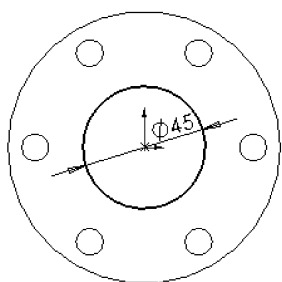
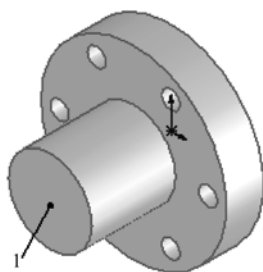

图 6-40 标注尺寸 2
图 6-41 创建拉伸 2 特征
(9) 绘制草图。单击“草图”工具栏中的（圆）按钮，以原点为圆心绘制一个圆。
(10) 标注尺寸。单击“草图”工具栏中的（智能尺寸）按钮，标注步骤（8）中绘制圆的直径，如图 6-40 所示。
(11) 拉伸实体。单击“特征”工具栏中的（拉伸凸台/基体）按钮，此时系统弹出“拉伸”属性管理器。在（深度）文本框中输入“45”，然后单击（确定）按钮。
(12) 设置视图方向。单击“标准视图”工具栏中的（等轴测）按钮，将视图以等轴测方向显示，创建的拉伸 2 特征如图 6-41 所示。
(13) 设置基准面。单击选择如图 6-41 所示的表面 1，然后单击“标准视图”工具栏中的（正视图）按钮，将该表面作为绘制图形的基准面。
(14) 绘制草图。单击“草图”工具栏中的（圆）按钮，以原点为圆心绘制一个圆。